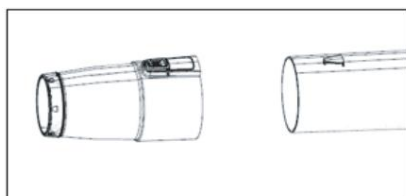

Fig 4
2. Juster dysen med krogen på blæserrøret (fig. 4).